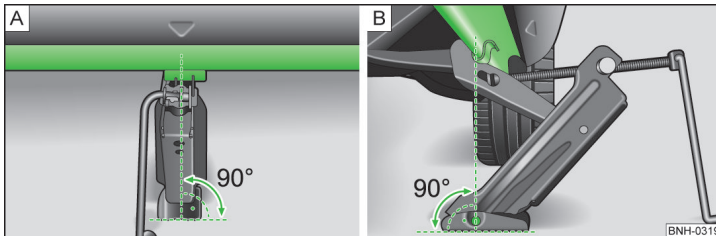

Abb. 141 Wagenheber ansetzen
- Die Grundplatte des Wagenhebers mit ihrer gesamten Fläche auf einem geraden Untergrund abstützen und sicherstellen, dass sich der Heber in senkrechter Position zum Aufnahmepunkt befindet » Abb. 141 - [A].
- Den Wagenheber unter dem Aufnahmepunkt mit der Kurbel so weit hoch drehen, bis seine Klaue den Steg umfasst » Abb. 141 - [B].